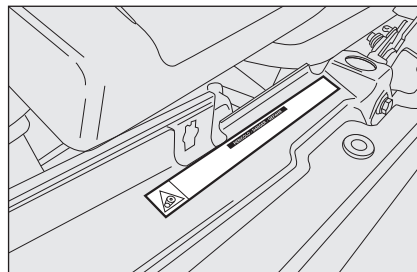

fig. 57
*Prima di aprire il cofano motore, è necessario assicurarsi che la vettura sia spenta e chiave in posizione STOP (OFF). Attenersi a quanto riportato sulla targhetta applicata in corrispondenza della traversa anteriore fig. 57. Si consiglia di estrarre la chiave quando in vettura sono presenti altre persone. La vettura deve essere abbandonata sempre dopo aver estratto la chiave o averla girata in posizione di STOP (OFF). Durante le operazioni di rifornimento carburante, è necessario assicurarsi che la vettura sia spenta con chiave in posizione di STOP (OFF).*